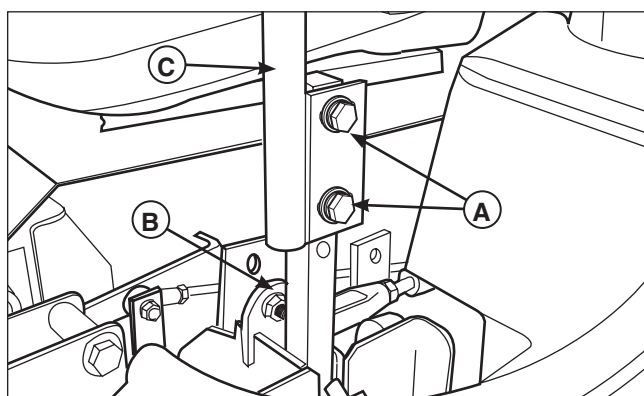

Figure 15. Réglage du levier de commande
Pour régler l'alignement du levier : Serrer les boulons de montage (A, Figure 15) et pivoter le ou les leviers (C) pour les aligner l'un à l'autre.
Pour régler le placement du levier : Desserrer les écrous de blocage et régler le boulon de placement (B, Figure 15) vers l'intérieur ou l'extérieur pour régler correctement l'espace entre les extrémités des leviers.